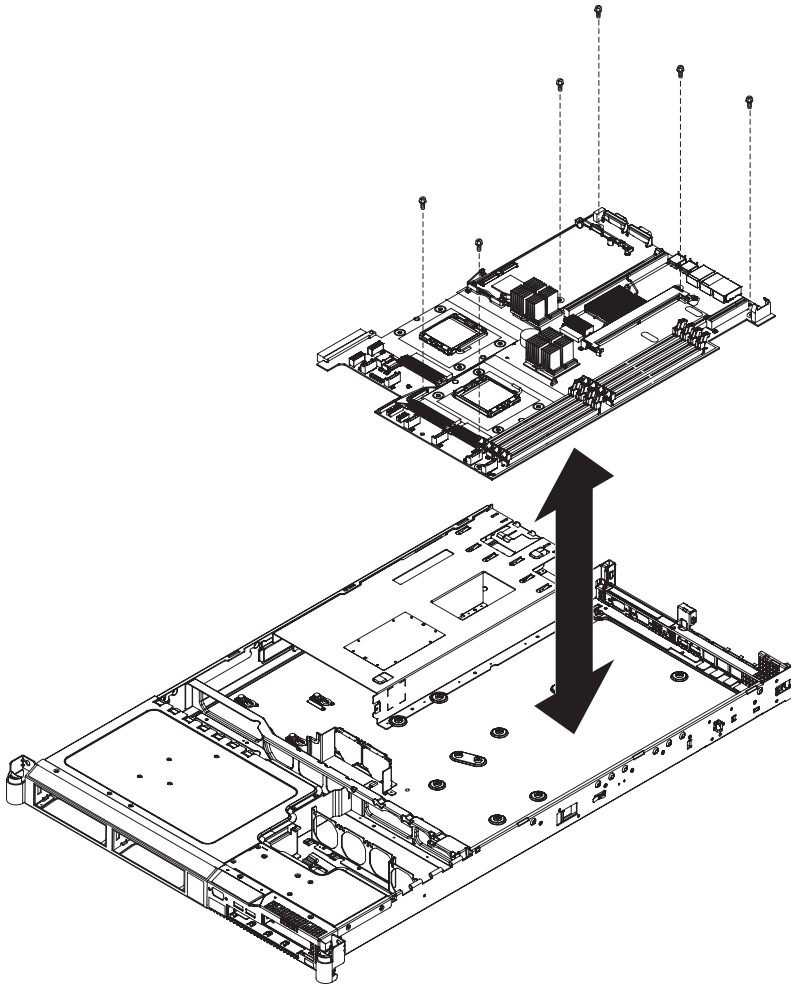

図 295. SAN ボリューム・コントローラー 2145-8G4 システム・ボードを固定するねじの配置
2. システム・ボード上の 6 個のねじを交換し (334 ページの図 295 を参照)、システム・ボードをシャーシに固定します。